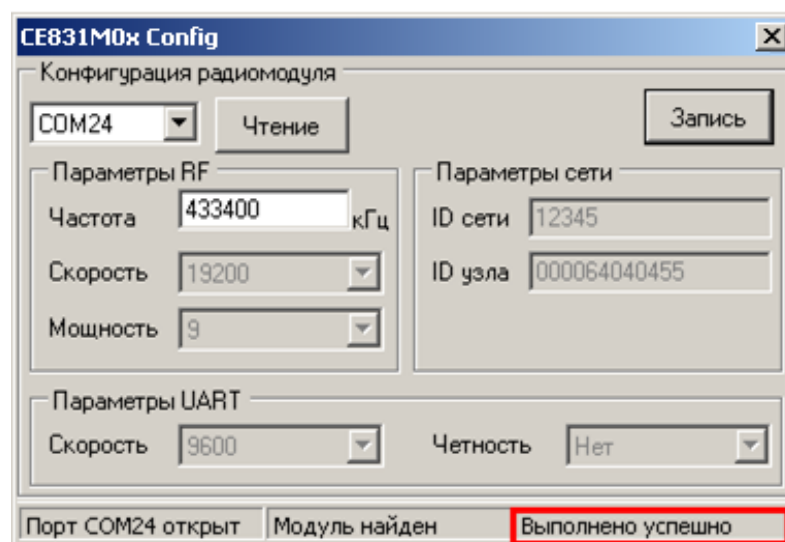

Рисунок 39 – Сообщение о результате выполнения операции
5.3.3.4.16 Запись нового значения частоты выполняется по нажатию кнопки «Запись». В случае успешной записи в строке статуса отобразится сообщение «Выполнено успешно», а текущие настройки радиомодуля отобразятся в соответствующих полях окна программы (см. рисунок 39). В случае если в строке статуса отобразилось сообщение «Ошибка», необходимо повторить запись.